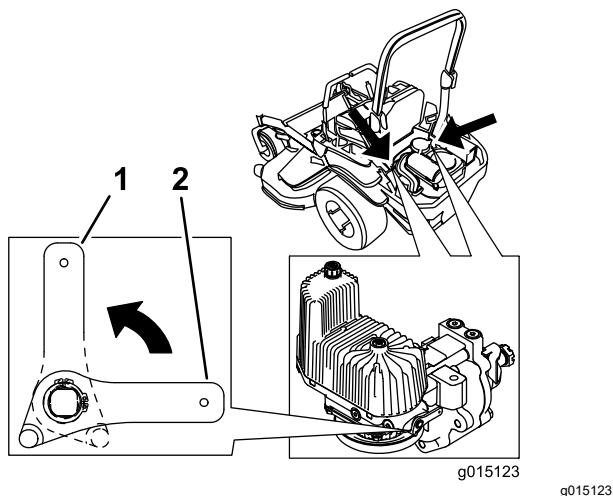

Figure 34
3. Tournez les leviers des vannes de déblocage en position verticale pour pousser la machine (Figure 34).
5. Tournez les leviers des vannes de déblocage en position horizontale pour utiliser la machine (Figure 34).